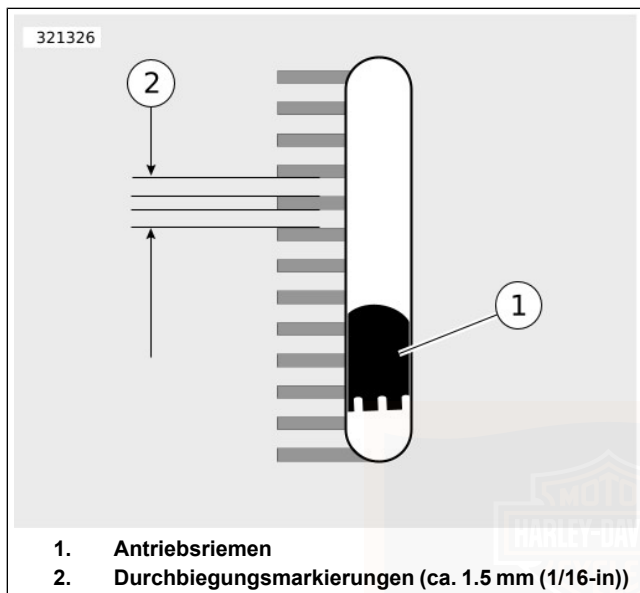

Abbildung 106. Sichtfenster der Riemendurchbiegung
- a. **Modelle mit Riemendurchbiegungs-Sichtfenster:** Siehe Abbildung 106. Die Riemendurchbiegung durch das Riemendurchbiegungs-Sichtfenster messen und dabei das Prüfgerät ruhig halten. Jede Durchbiegungseinteilung entspricht ungefähr 1,6 mm (1/16 in) .